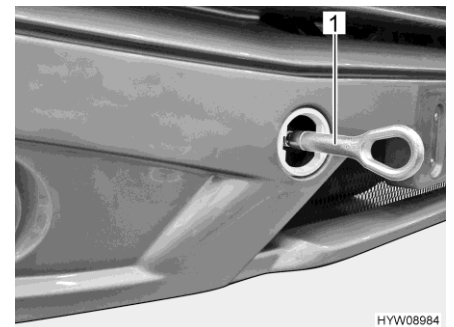

Fig. 26 Œillet de remorquage (monté)
- Monter l'œillet de remorquage (Fig. 26,1) selon les instructions du mode d'emploi du véhicule porteur.